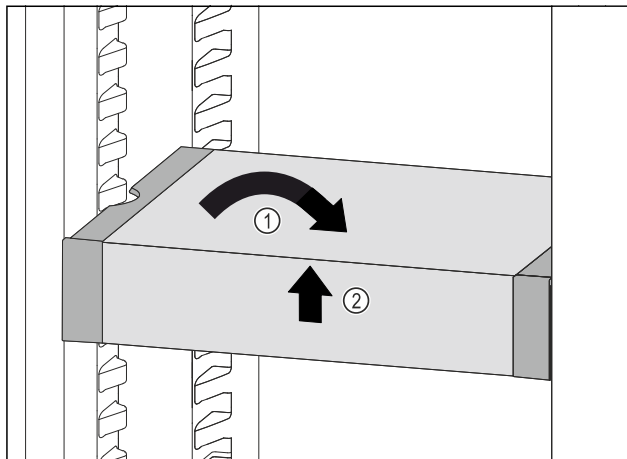

Fig. 97
- ▶ Установите VarioSafe прямо. Fig. 97 (1)
- ▶ Приподнимите VarioSafe спереди. Fig. 97 (2)